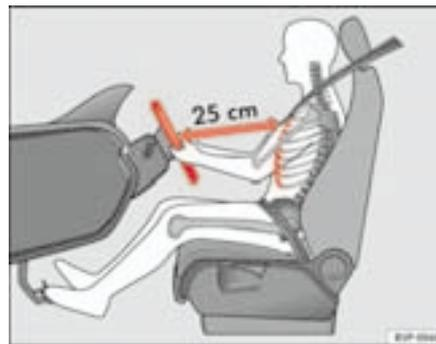

Fig. 111 Posición correcta del conductor
- Ajuste el volante hasta alcanzar la posición deseada ⇒ fig. 111.
- Ajuste el asiento del conductor o el volante de modo que quede una distancia mínima de 25 cm entre el volante y el tórax ⇒ página 159, fig. 111. ¡Si no respeta la distancia mínima, el airbag no le protegerá adecuadamente y corre peligro de muerte!